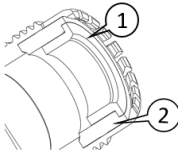

Fig. 9 : Sélectionner la garniture d'étanchéité adaptée
- Sélectionner l'accessoire d'étanchéisation adapté. Diamètre extérieur recommandé du câble pour la garniture d'étanchéité (Fig. 9 / Pos. 1) : 20–24 mm.
Diamètre extérieur recommandé du câble pour la garniture d'étanchéité (Fig. 9 / Pos. 2) : 24,5–30 mm.